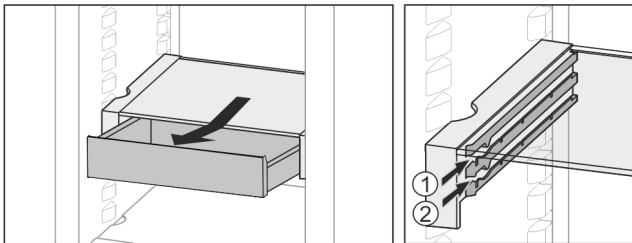

Fig. 22
- ▶ Вставити на будь-якій висоті *Fig. 22 (1)* або *Fig. 22 (2)*.